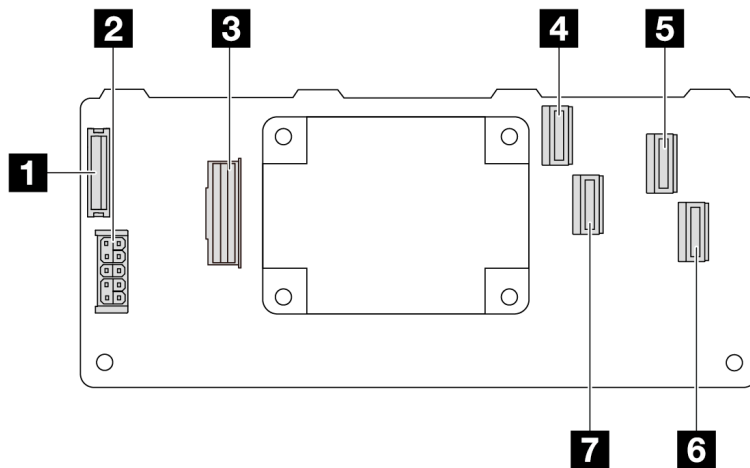

Abbildung 299. Ein Gen 3 16i CFF RAID-Adapter (vier Anschlüsse)
- Abbildung 299 „Ein Gen 3 16i CFF RAID-Adapter \(vier Anschlüsse\)“ auf Seite 307